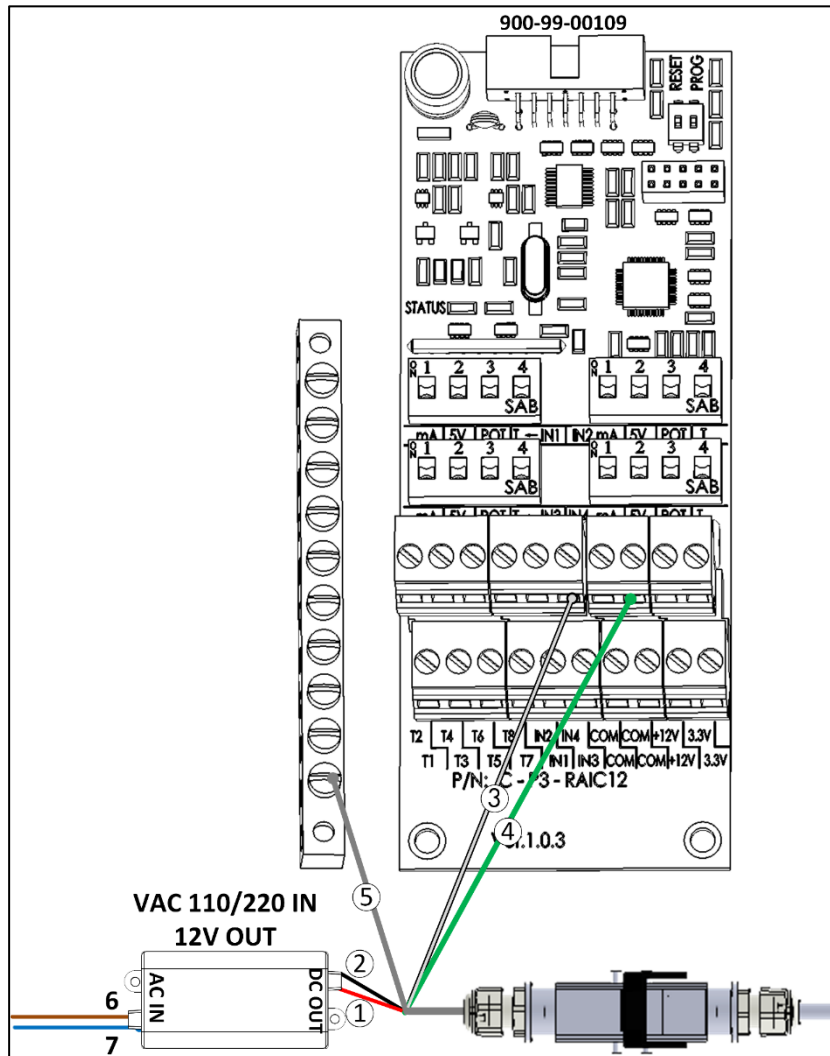

Figura 12: Platinum Pro cableado
1. Una el otro extremo del cable del sensor a la fuente de alimentación y la tarjeta de entrada analógica Pro Platinum como se indica en la Figura 12.